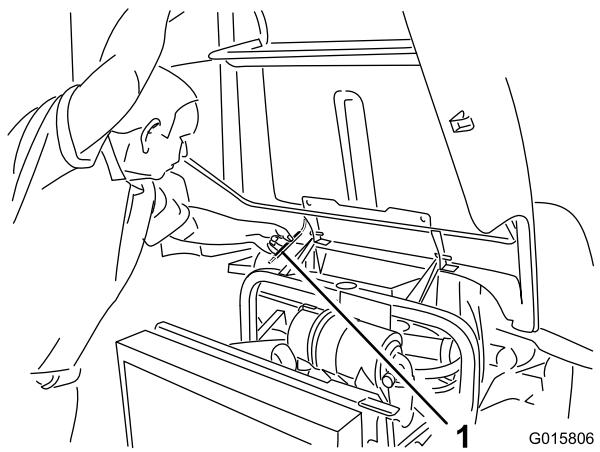

図 38
2. フレームチューブの下に支え棒が入る高さまでフードを持ち上げる(図 38)。